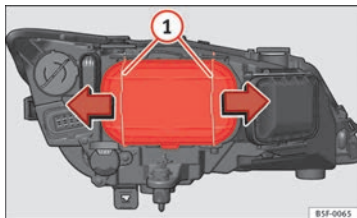

Abb. 133 Abblendlicht
- Verschieben Sie die Streben  $\Rightarrow$  Abb. 133 (1) in Pfeilrichtung und nehmen Sie den Deckel ab.